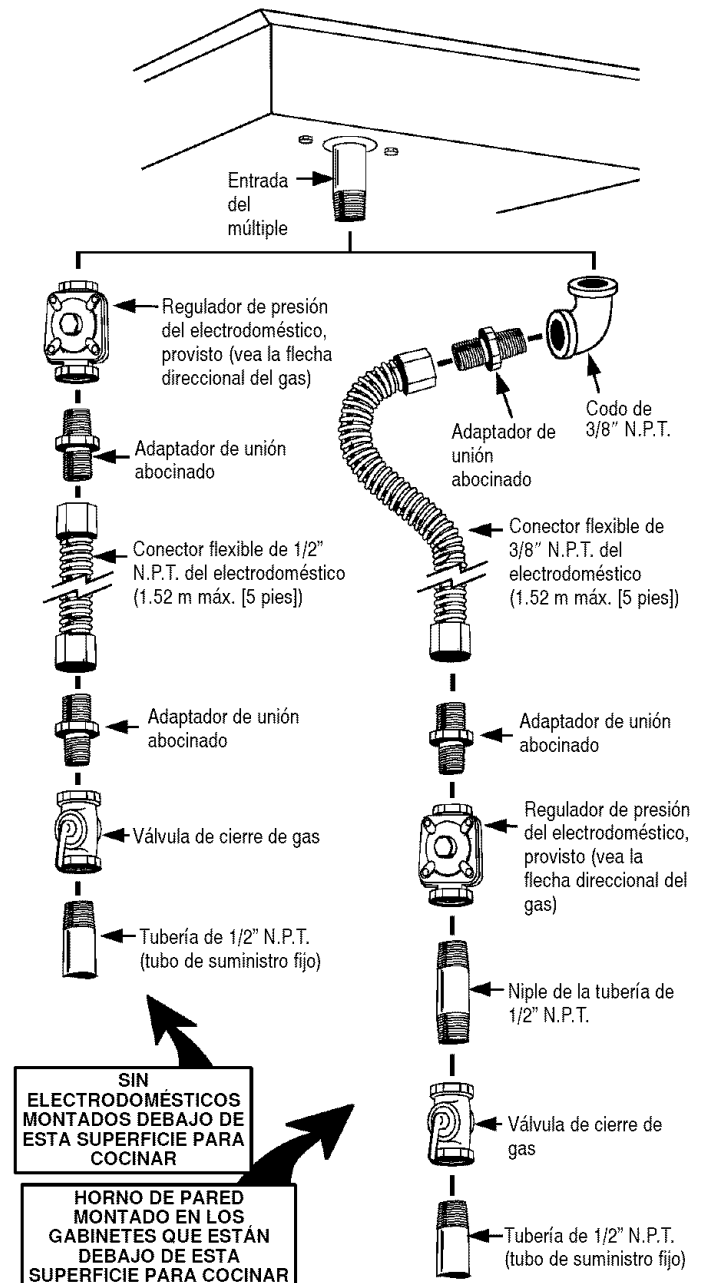

FIGURA 5
- Si se selecciona el método alternativo de tubería que se muestra en la figura 5 para la instalación, no se necesitará una unión. (El conector flexible del electrodoméstico proporciona las juntas de unión necesarias para darle servicio.) Cuando se tiene una pared divisoria y se usa un conector flexible, se recomienda por comodidad, tanto para la instalación como para el servicio, que el conector flexible, en sí, se pase a través de la pared divisoria. **Cualquier conector flexible que se use con este electrodoméstico debe satisfacer todos los requisitos mencionados en el texto que acompaña a la figura 5.**
A menos que lo prohíban los códigos o los decretos locales, puede usarse un conector nuevo flexible de metal, AGA, certificado para conectar este electrodoméstico al suministro de gas. El conector no debe medir más de 1.52 m (5 pies) de largo. Según la figura 5, use el adaptador de unión de apertura adecuada en cada extremo del conector flexible. Si el conector flexible se usa verifique que tanto el regulador de presión como la válvula manual de cierre estén firmemente unidas a otra tubería dura permanente (ya sea el suministro de gas o el múltiple del electrodoméstico) para que esté físicamente fijo. Vea la ilustración a continuación: